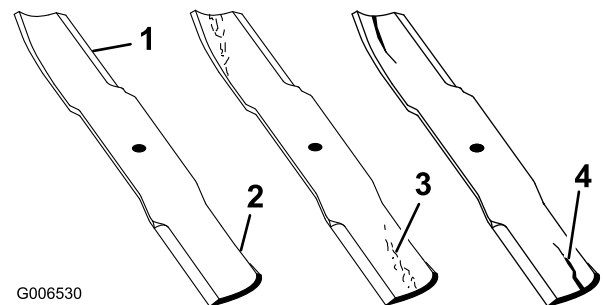

Bild 77
1. Untersuchen Sie die Schnittkanten (Bild 77). Entfernen und schärfen Sie die Messer, wenn die Schnittkanten nicht scharf sind oder Auskerbungen aufweisen. Siehe Schärfen der Messer“.
2. Prüfen Sie die Schnittmesser, insbesondere den gebogenen Bereich. Wenn Sie Risse, Verschleiß oder Rillenbildung in diesem Bereich feststellen, sollten Sie sofort ein neues Messer einbauen (Bild 77).